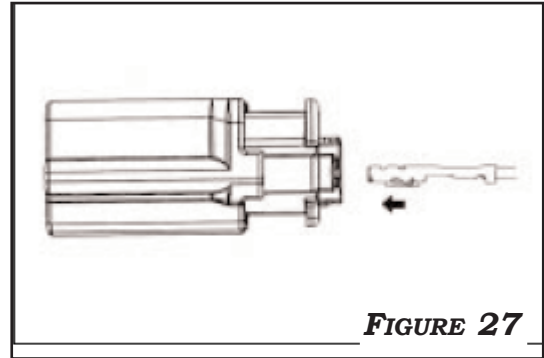

FIGURE 27
2. INSERT THE **CLOCKSPRING** TERMINAL FROM **BLACK** CRUISE GROUND HARNESS INTO PIN 2 OF CONNECTOR **E6** CAREFULLY LOCKING TERMINAL INTO PLACE. PULL THE TERMINAL BACK GENTLY TO CHECK WHETHER IT IS LOCKED CORRECTLY. **FIGURE 27.** REASSEMBLE CONNECTOR AND PLACE BACK ONTO SUB ASSEMBLY. **BE SURE RETAINER IS PRESSED IN BEFORE REINSTALLING.**